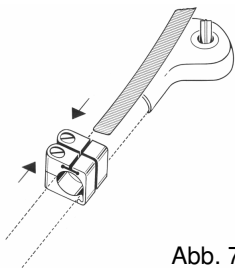
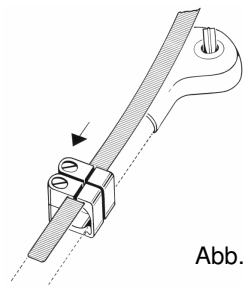

Abb. 7
Abb. 8
1. Beide Klemmbacken aneinanderschieben (Abb. 7). Haltefeder entsprechend den Führungsnuten beider Klemmbacken einbringen und durchschieben (Abb. 8).